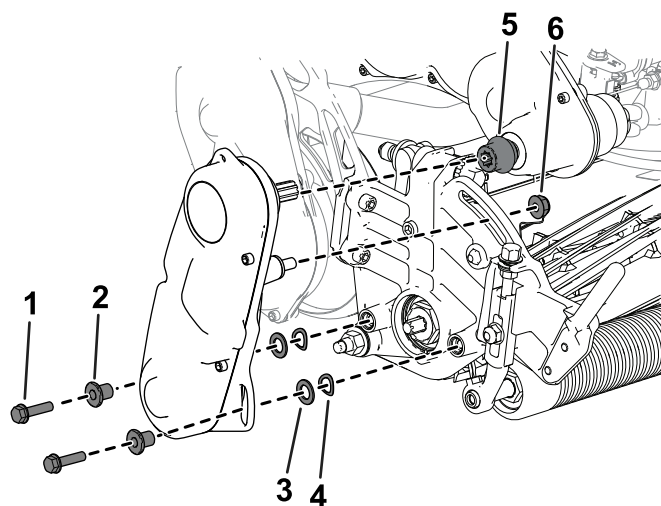

Figure 47
6. Fixez le système d'entraînement du cylindre à la plaque latérale de l'unité de coupe à l'aide des vis à tête creuse, des rondelles et des entretoises retirées précédemment (Figure 47).
Vérifiez que l'arbre d'entraînement de cylindre est bien installé sur le coupleur de l'arbre de transmission (Figure 47).